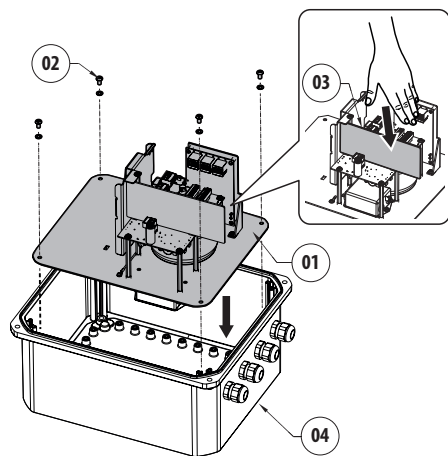

Fig. 9
Après avoir effectué le perçage souhaité, monter les presse-étoupes (non fournis) et en saisissant la plaque de division de la carte (03), réinsérer le bloc intérieur (01) dans le boîtier (04). Fixer la plaque de support du bloc intérieur (01) avec les vis précédemment enlevées (02) (Fig. 9, page 12).